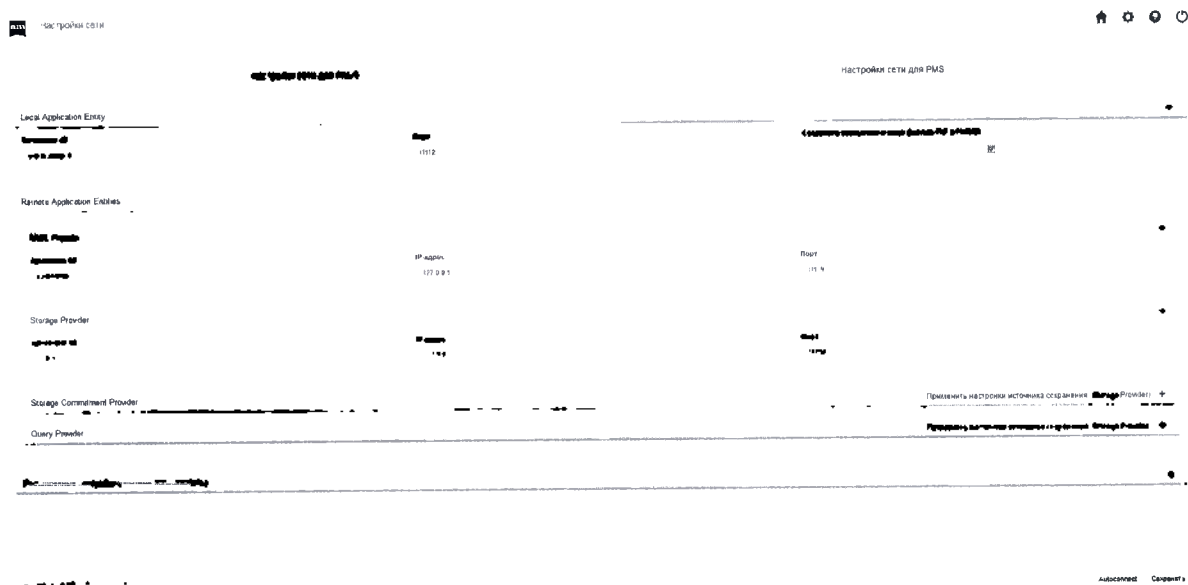

Рис. 26 Настройки сети
- Для конфигурации связи с системой ведения пациентов (PMS) выберите в настройках сети (Рис. 26) закладку **Настройки сети для PMS**.